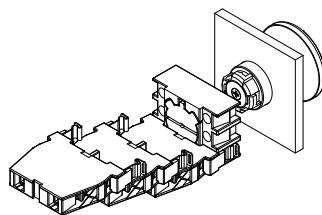
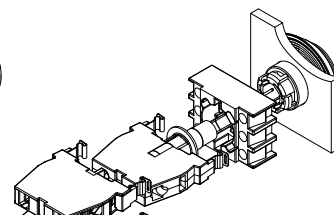

図 2
図 3
- 接点ブロックEFをフランジの1から3の位置にワンタッチで取り付けます(図2)。真ん中の位置(ポジション3)は、照光式の場合、照光ユニットのために空けておきます(図3)。